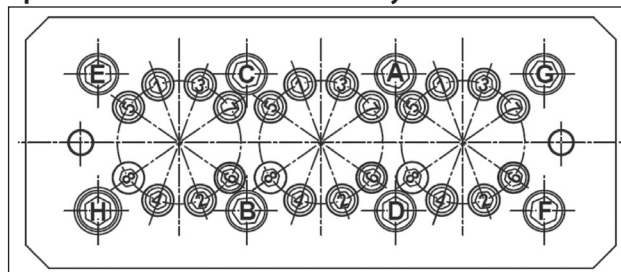

Fig. 54
** Los tornillos de fijación del cabezal deben ser ajustados respetando las secuencias y el orden indicado en el esquema de la Fig. 54.
*** Los tornillos de fijación de las camisas deben ser ajustados respetando las secuencias y el orden indicado en el esquema de la Fig. 54.